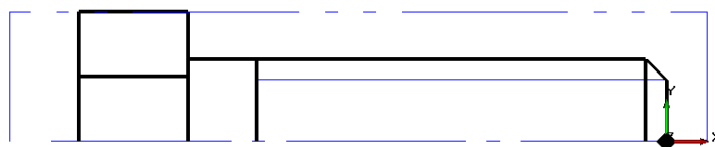

Рис. 2. Подготовка геометрии
Перенесём (**Выбор элементов** , **Перенос** ) всю модель влево так, чтобы её правый торец совпал с началом координат, тем самым совместив системы координат будущей детали и её 2D геометрической модели: ось X – ось вращения детали, ось Y – направлена на рабочего (рис. 2).
**Создание объекта Заготовка**  (под кнопкой ). Зададим контур заготовки «С экрана», указав на штрих-пунктирную линию с двумя точками, **Esc** (см. рис. 2) и представим заготовку в виде тела вращения, **ОК**.